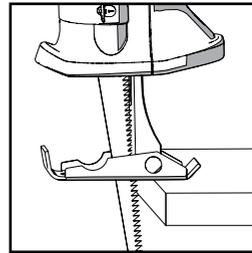

Abb. 6
- Stellen sie sicher, dass die Werkstück-Kontaktplatte fest am Werkstück anliegt, das Sägeblatt jedoch nicht. **(Abb. 6)**.